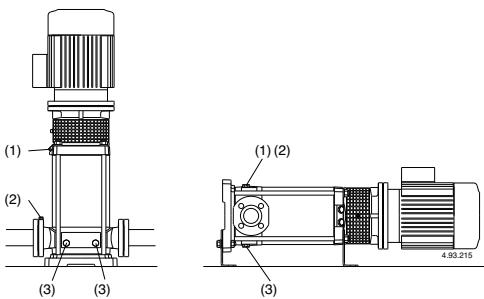

Fig. 3 (1) Fyllning samt luftskruv
Om den sugande funktionen upphör (tryckmanometern svänger eller om trycket minskar/ökar) se till att alla röranlutningar på sugsidan är täta, repetera avluftringen på sugsidan (2), se till att avluftringsskruven (2) samt dräneringspluggen (3) är täta på sugsidan (**fig. 3**).
För att förlänga livslängden skall pumpen som vid pumpning av förenade vätskor köras med en ren vätska efteråt för att avlägsna partiklar eller, efter dränering genomförs rengöring genom att rent vatten (minst 40 liter) hälles in genom fyllnadsslussen (1) på trycksidan tills det kommer ut genom dräneringshållet (3) på sugsidan (**fig. 3**).
När pumpen ej användes skall denna avtappas helt om frysrisk föreligger. Avlägsna bågge pluggarna (14.12), (position 3, **fig 3**).
Före demontering skall alla ventiler stängas samt pumpen avtappas helt på vätska (**fig. 3**).